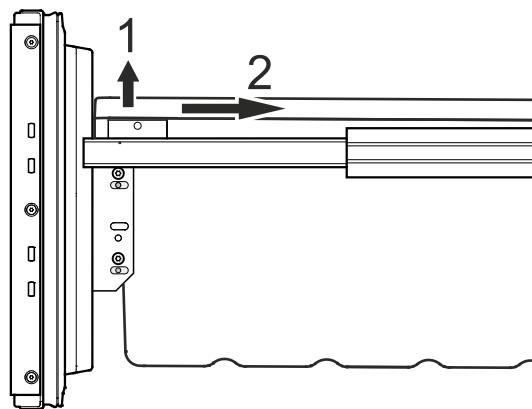

Figura 18
- Desenclave el recipiente por el canto izquierdo y derecho tirándolo hacia arriba (1) - **Figura 18**.
- Deslice el recipiente hacia atrás (2).